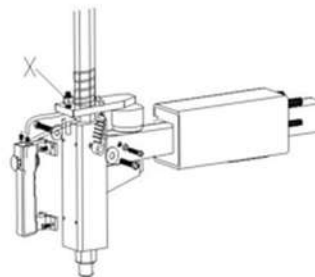

Fig 21
Observação: Se o Braço Vertical não estiver travado ou não atender ao requisito de 2-3 mm da parte inferior do Cabeçote de Montagem/Cabeçote de Desmontagem até a borda, ajuste a Placa de Travamento Sextavada, consulte a Fig. 21 e ajuste o (X).